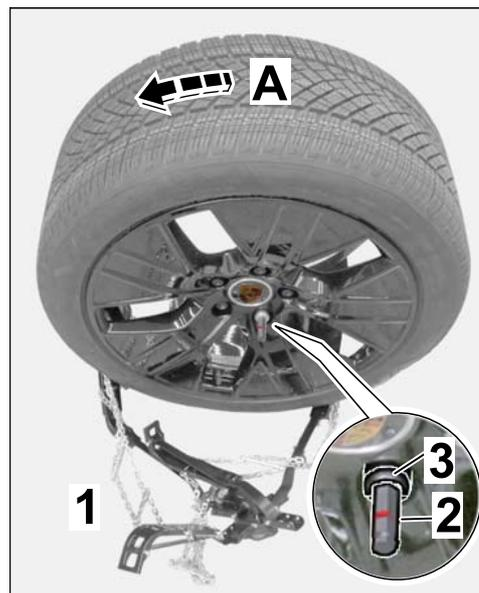

Fig. 12
3.4 Extraction hors du filet de chaîne à neige (⇒ Fig. 12-A-).
3.5 Démontez le goujon entretoise avec la douille et la pièce de serrage de la vis de roue (roue arrière gauche ⇒ Fig. 12-zoom-) / droite).